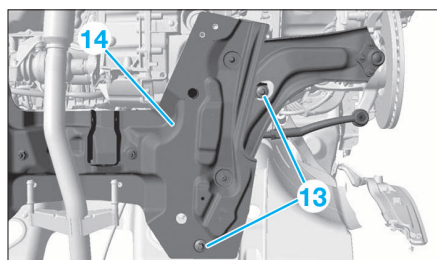

FIG. 15
- la traverse avant de berceau (12).
- Ecarter l'absorbeur (8), puis déposer :
- le cadre AV de berceau (11), de chaque côté.
- Déposer les vis (13) (Fig.15).